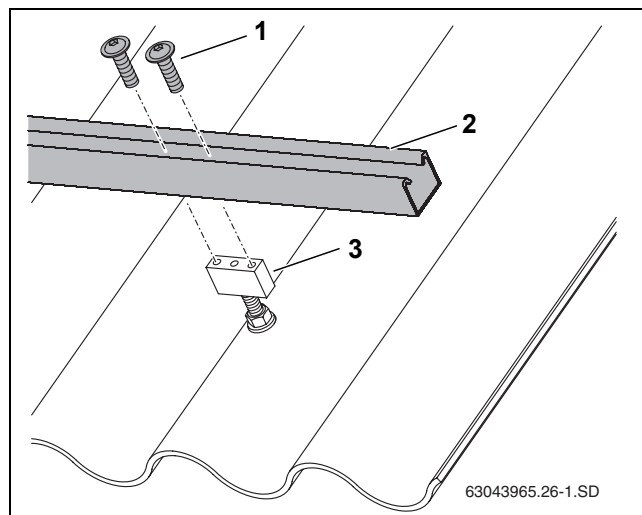

Fig. 24 Fixarea șinei profilate pe capra de susținere
- ▶ Fixați șinele de susținere (Fig. 24, [2]) cu câte două șuruburi (Fig. 24, [1]).